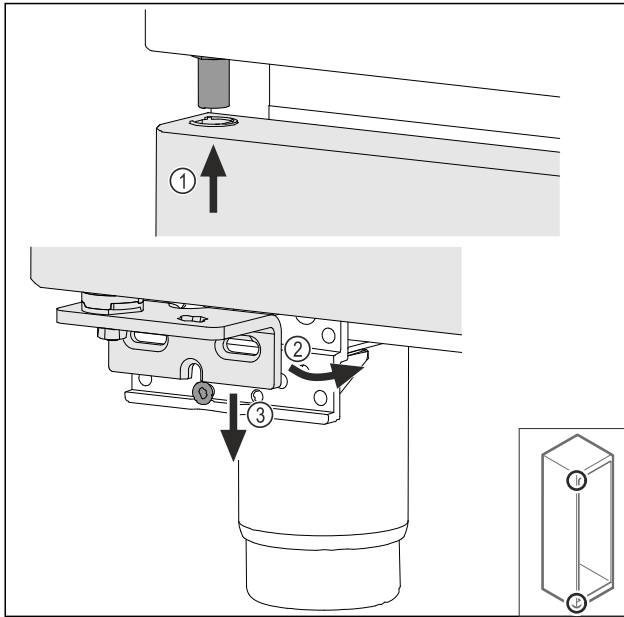

Fig. 74
- ▶ Liitä ovi ylhäällä hieman kallistettuna Fig. 74 (1), suuntaa ovi suoraan Fig. 74 (2) ja aseta alhaalla laakerijalustan ruuvien Fig. 74 (3) päälle.